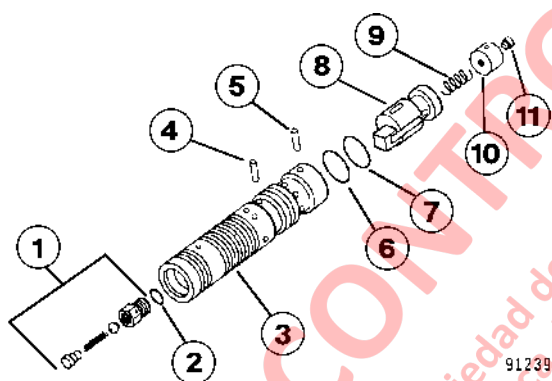

FIGURA 6-5. CONJUNTO DEL CARRETE DEL AMPLIFICADOR
2. Saque el tapón de la válvula de alivio (20) y el sello (5). Use una llave allen de cabeza hexagonal de 8 mm para sacar el conjunto de la válvula de alivio (19). Saque el sello de acero (6).
3. Use una llave allen de cabeza hexagonal de 13 mm para sacar el perno (11) y la golilla de seguridad (12) de la cubierta del extremo (15). Use una llave allen de cabeza hexagonal de 13 mm para sacar los pernos (13) y las arandelas de seguridad (14). Saque la cubierta del extremo (15).
4. Retire el tope del resorte (22) y el resorte (30). Saque el tope del resorte (23) y los resortes (28) y (29). Saque O-Rings (1) y (2) de la cubierta del extremo (15).
5. Retire el control del resorte (24) y el carrete principal (37). Saque el carrete de la válvula prioritaria (41). Saque el control del resorte (24), los resortes (28) y (29) y el tope del resorte (23) de la caja (40).
6. Retire el conjunto del carrete del amplificador (25) y deje a un lado para desensamblar posteriormente, si fuese necesario (ver Figura 6-5).
7. Retire la válvula de impacto y succión (21) y deje a un lado para desensamblar posteriormente, si fuese necesario.
8. Use una llave allen de cabeza hexagonal de 13 mm para sacar el perno (11) y la golilla de seguridad (12) de la cubierta del extremo (16). Use una llave allen de cabeza hexagonal de 13 mm para sacar los pernos (13) y las arandelas de seguridad (14). Saque la cubierta del extremo (16).
9. Saque O-Rings (1), (2) y (3). Saque el resorte (17).
10. Retire la válvula de impacto y succión (42) y deje a un lado para desensamblar posteriormente, si fuese necesario.
11. Saque el perno del orificio (27), el perno de orificio (33), y la válvula de retención (34).
NOTA: El desmontaje del conjunto del carrete del amplificador sólo es necesario si el O-Ring (2, Figura 6-5), el resorte (9) o el tapón de orificio (11) se deben cambiar. De lo contrario, cambie el conjunto del carrete del amplificador como una unidad completa. Consulte los Pasos 12 y 13.
12. Retire el anillo retenedor (7), figura 6-5, retire el pasador (5). Retire el tapón (10) y el resorte (9). Retire el anillo retenedor (6) y el pasador (4) y retire el carrete interno (8).
13. Destornille la válvula de retención (1) y sáquela. Retire el O-ring (2). Retire el perno del Orificio (11) desde el tapón (10).